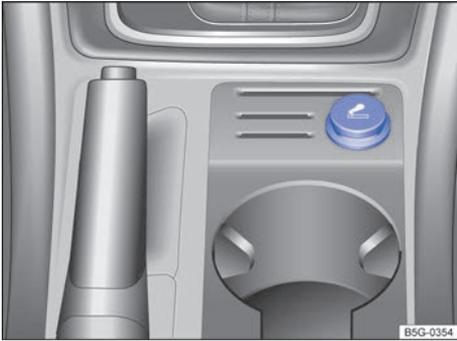

Fig. 145 En la parte inferior de la consola central: encendedor.
- Con el encendido conectado, presione el botón del encendedor → fig. 145 hacia dentro.